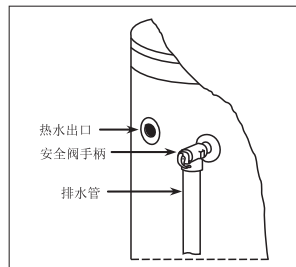

图 4
- ◆ 用聚四氟乙烯带（生料带）缠好螺纹，注意不要超出螺纹端头，将安全阀旋入位于热水出口旁边的安装孔内，令其排水孔向下，如图4所示。
- ◆ 每组热水器最多并联8台，超过8台时可采用双并联的型式安装，如图4(b)所示。